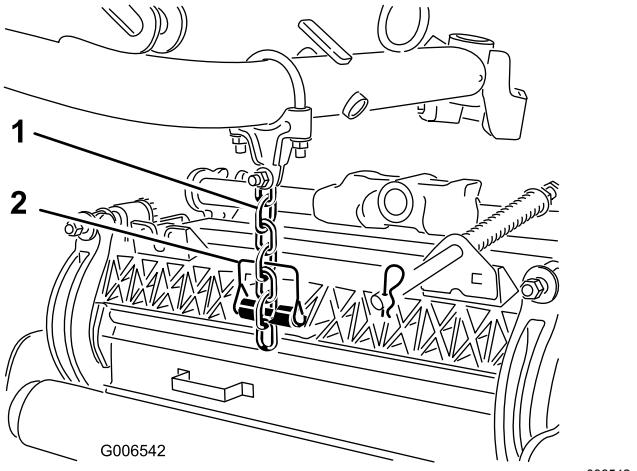

Bild 13
- Befestigen Sie die Hubarmkette mit dem Einraststift an der Kettenhalterung der Schneideeinheit (Bild 13).